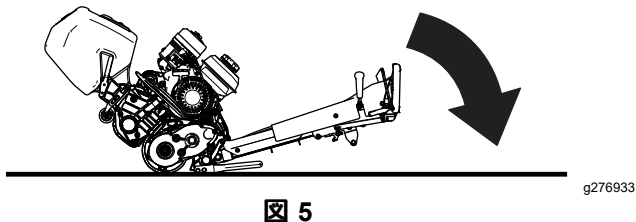

図 5
2. トラクションユニットのハンドルを操作してカッティングユニットを床まで下降させる **図 5**。